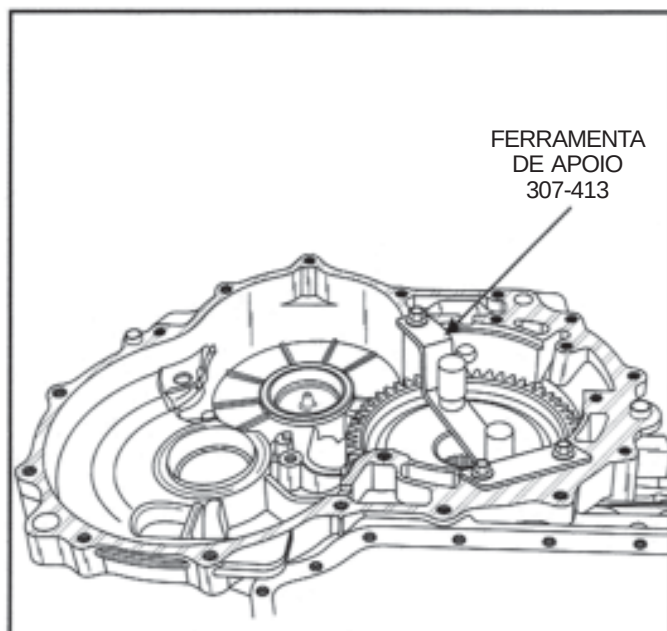

Figura 110
1. Gire a carcaça da transmissão, conforme ilustrado na Figura 110.
2. Prenda o conjunto da engrenagem de entrada da tração final, utilizando a ferramenta de apoio 307-413, conforme ilustrado na Figura 110.
3. Trave a engrenagem de entrada da tração final na posição encaixando os pinos da ferramenta nas cavidades da engrenagem de entrada (Vide Figura 110).